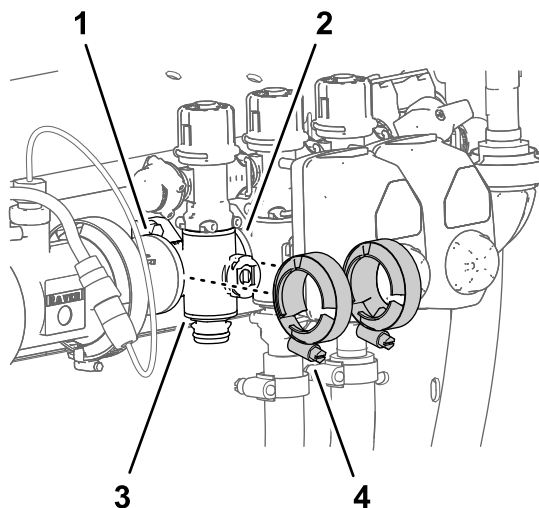

图 126
- 取下将喷洒臂段歧管阀固定至相邻组件法兰上的 2 个法兰夹具 图 126。